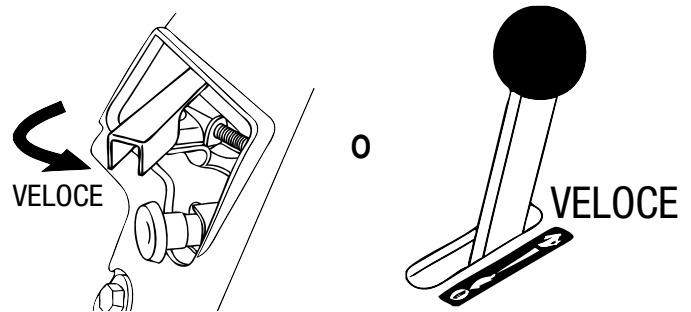

Figura 35. Leva dell'acceleratore (posizione veloce)
6. Posizionare la **leva dell'acceleratore** (figura 35) a metà fra **VELOCE** e **LENTO** per l'avvio.